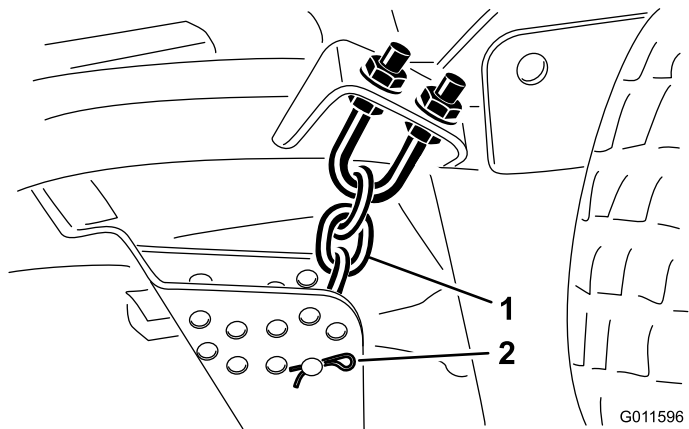

Figura 24
9. Retire o perno de gancho e pino de segurança que fixam as correntes da altura de corte à traseira da plataforma do cortador (Figura 24).